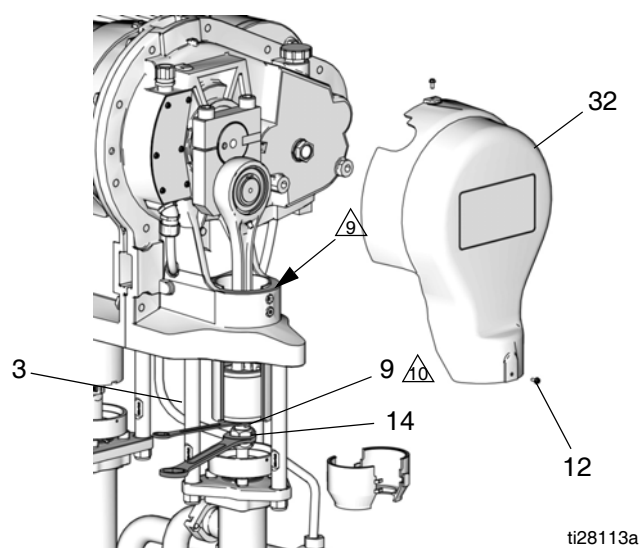

FIG. 16. Démontage de l'écrou d'accouplement
1. Faites tourner le moteur par à-coups pour amener la pompe située du côté en réparation vers le bas de sa course. Ceci permet l'accès à l'écrou d'accouplement (14).
4. Retirez les deux vis (12) et le capot. La FIG. 16 montre le capot (32) du côté opposé au moteur ; le capot latéral du moteur correspond à la référence (21).